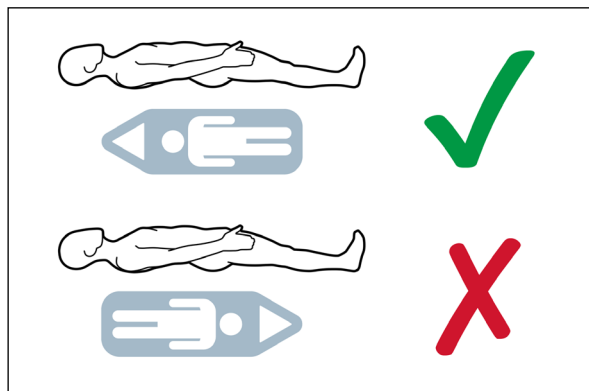
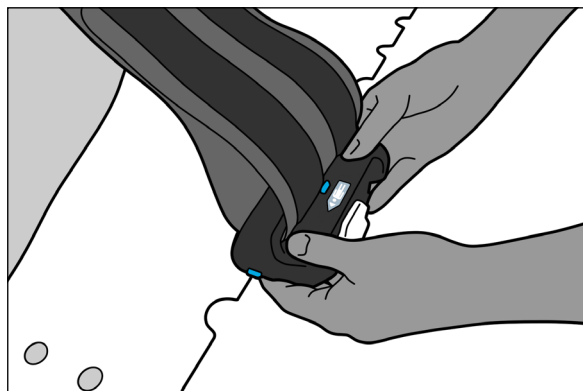
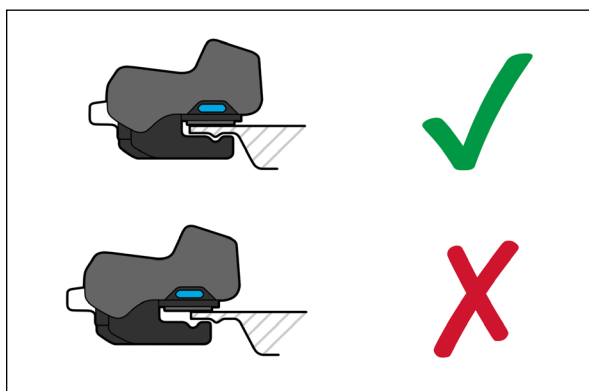

Fig. 5
Fig. 6
Fig. 7
4. Se till att spaken för Zifix-klämman är i olåst läge och att klämman är i korrekt riktning genom att passa ihop etikettens riktning med patientens superiora respektive inferiora riktning (Fig. 5). Skjut sedan bestämt klämman upp på enhetens kant tills den sitter ordentligt (Fig. 6 och Fig. 7).